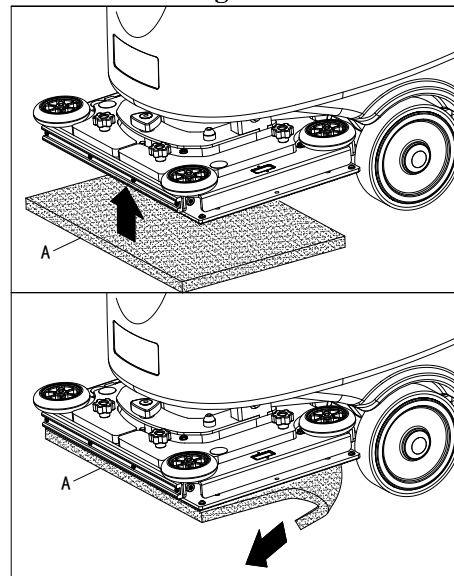

Figure 5.1
1. Elevar la cubierta presionando el interruptor (60).
2. Monte y desmonte la almohadilla (A, Imagen. 5.1)